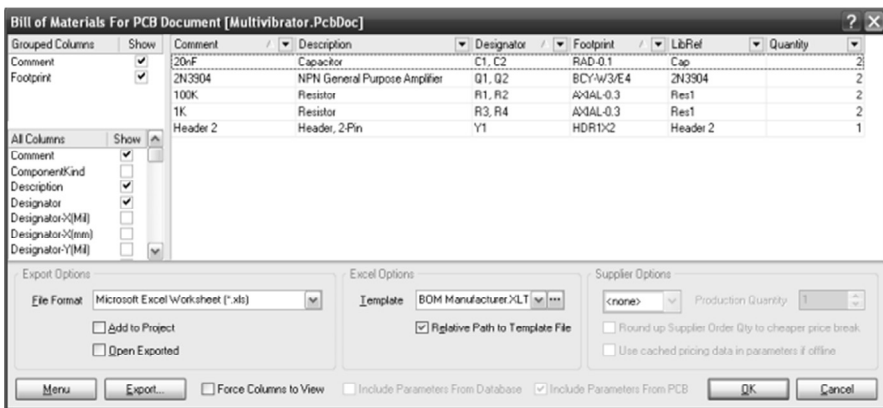

Рис. 4.30. Окно Bill of Materials for PCB Document
1. В меню **Reports** (Отчеты) выберите **Bill of Materials** (Список материалов). Появляется диалоговое окно **Bill of Materials for PCB Document** (Список материалов документа печатной платы), рис. 4.30.